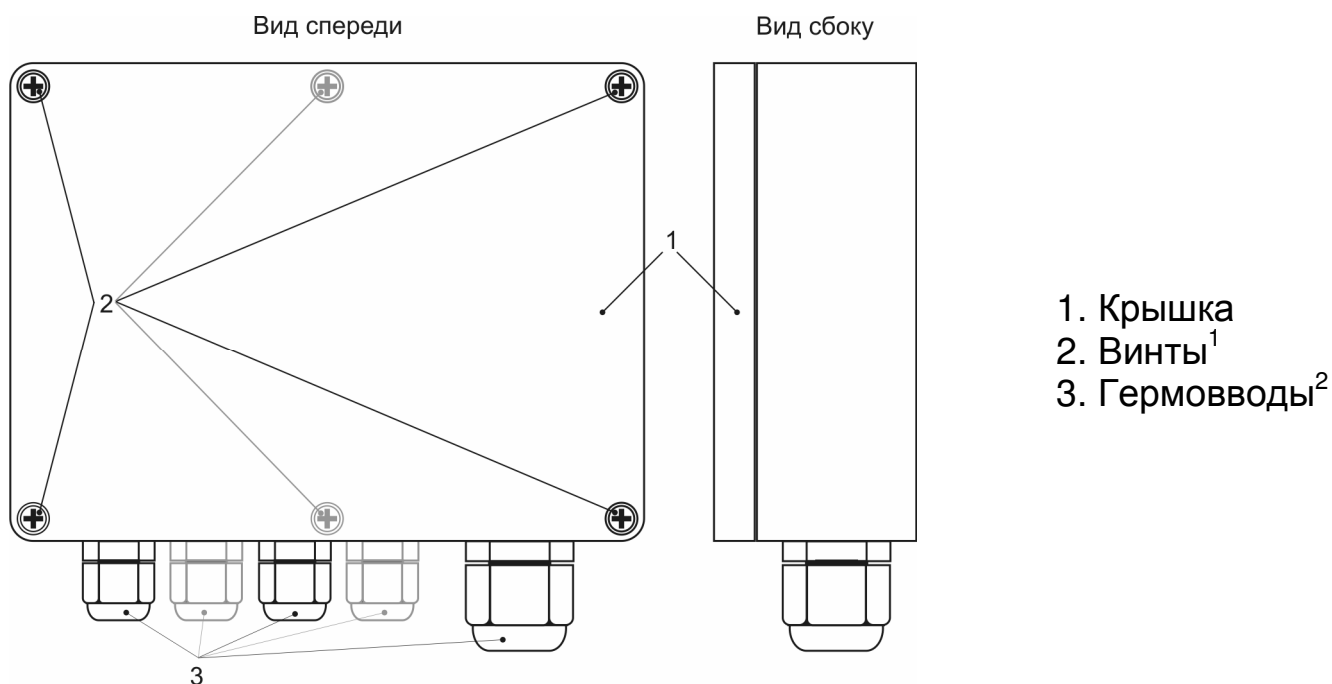

Рисунок 1 - Блок измерительных преобразователей
4.2.3 Отвинтить винты (2) и снять крышку (1) с блока измерительных преобразователей (рисунок 1).